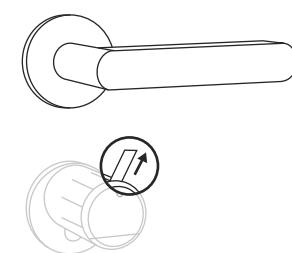

Fig. 7
- ⑦** Si vous ne l'avez pas encore fait, retirez la bande de protection des batteries du compartiment des piles sur le bouton intérieur (Fig. 7).